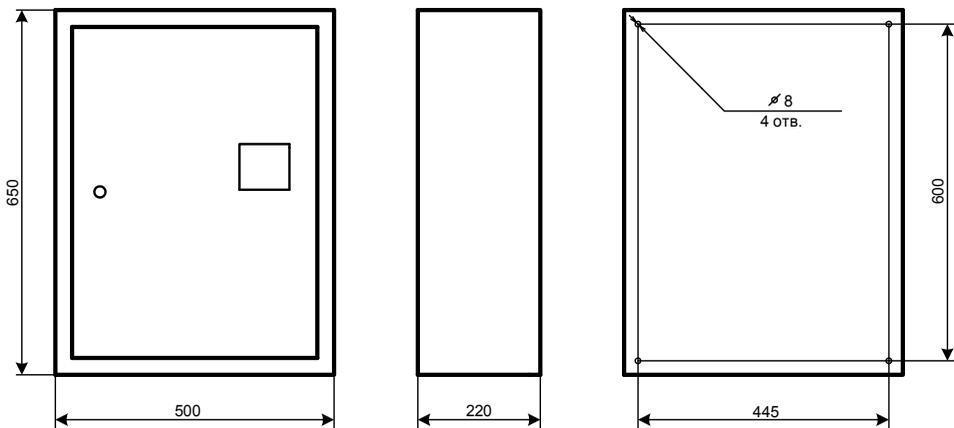

Рис.1. Габаритные и установочные размеры ящика управления устройства комплектного “Гейзер-М”
3.1. Ящик управления, входящий в состав устройства, навесного исполнения (рис. 1) содержит коммутационные устройства и электрические аппараты, соответствующие мощности электродвигателя насоса, расположение элементов в ящике управления приведено на рис. 2. Крышка ящика запирается на замок.
5.2. Устройство аккуратно извлечь из транспортной тары. Извлечь из корпуса устройства датчик сухого хода и запасной предохранитель (входят в комплект поставки). С нижней панели корпуса (ящика) устройства демонтировать гермовводы (транспортное положение). Установить гермовводы в соответствии с рис 2. Устройство на месте эксплуатации закрепить через отверстия в задней стенке корпуса (см. рис. 1). Место установки не должно подвергаться прямому воздействию солнечных лучей и дождя.